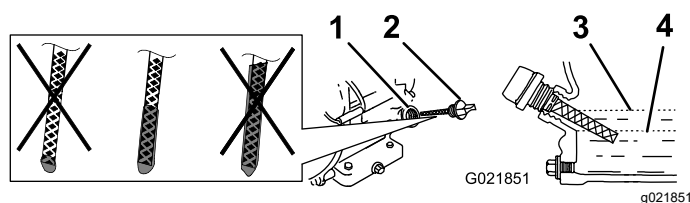

Рисунок 19
4. Очистите поверхность вокруг масломерного щупа (Рисунок 19), чтобы загрязнения не попали в заливное отверстие и не вызвали повреждение двигателя.
6. Вставьте щуп до упора в заливное отверстие, но не заворачивайте его (Рисунок 19).
7. Снова извлеките масломерный щуп и посмотрите на его конец. Если уровень масла в двигателе низкий, медленно долийте в заливное отверстие только такой объем масла, чтобы поднять уровень до метки «Полный» на щупе (Рисунок 19).